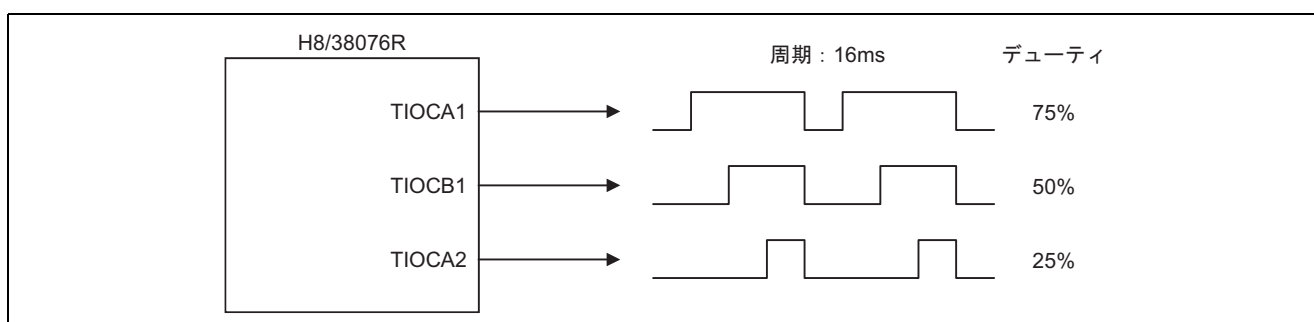

図 1 PWM モード 2 機能による 3 相 PWM 出力例
- 図 1 に PWM モード 2 機能による 3 相 PWM 出力例を示します。